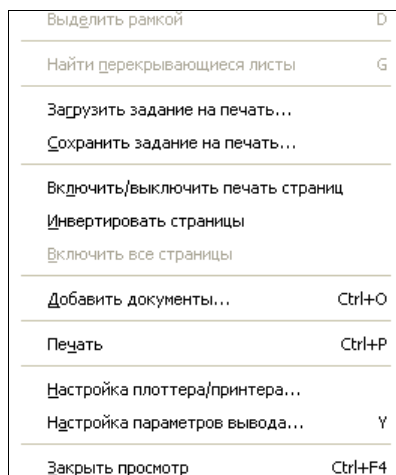

Рис. 13.21. Контекстное меню предварительного просмотра
- ◆ вызвать команду из контекстного меню предварительного просмотра (рис. 13.21).